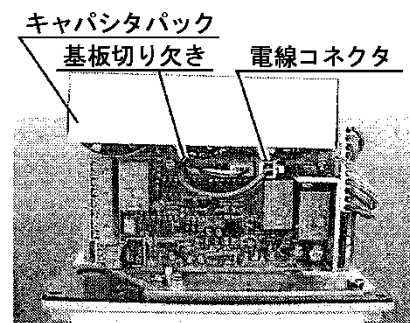

図3
- 3) 電線コネクタ(J4)を基板から外しキャパシタパックを外してください。(図3参照)
この時、電線コネクタ(J4)からの電線を基板の切欠き部に通してください。(図3参照)